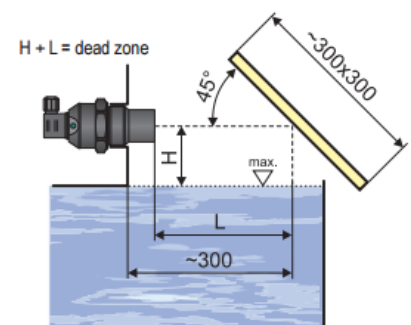

Fig. 10: Placa de reflexão
- k) Para diminuir a distância mínima medida com o medidor pode ser instalada uma placa de reflexão feita a partir de sólidos ou mesmo material liso (Fig.10). Deste modo é possível encher o reservatório quase totalmente. A solução é adequada para tanques abertos e reservatórios.